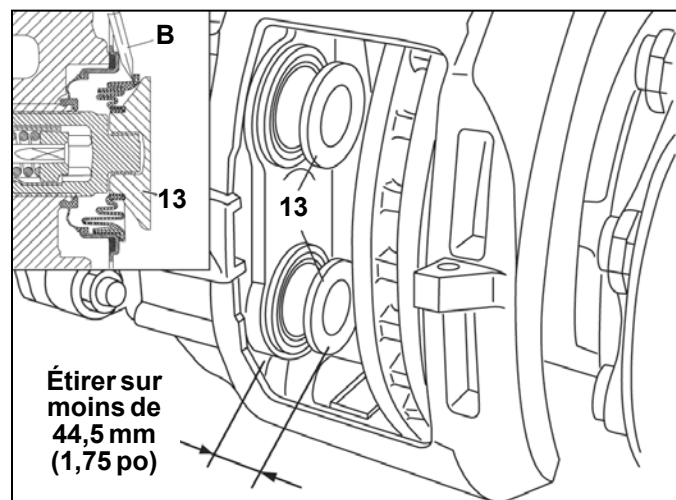

FIGURE 47 - EXTENSION PERMISE DU POUSSOIR
ATTENTION : NE JAMAIS ÉTIRER LE POUSSOIR SUR PLUS DE 44,5 mm (1,75 po). Cf. Figure 47. Un poussoir trop étiré fera perdre l'engagement avec les filets du mécanisme de synchronisation. Comme le mécanisme peut uniquement être réglé en usine, l'ensemble étrier/plateau porteur devra être remplacé dans ce cas.
5.5.5 Cf. Figure 47. Étirer les poussoirs sur moins de 44,5 mm (1,75 po) en tournant l'adaptateur de cisaillement (61) dans le sens horaire. Un tournevis (référence « B » de la Figure 47) doit être utilisé pour déplacer le cache-poussière et permettre au coin d'écartement de frein